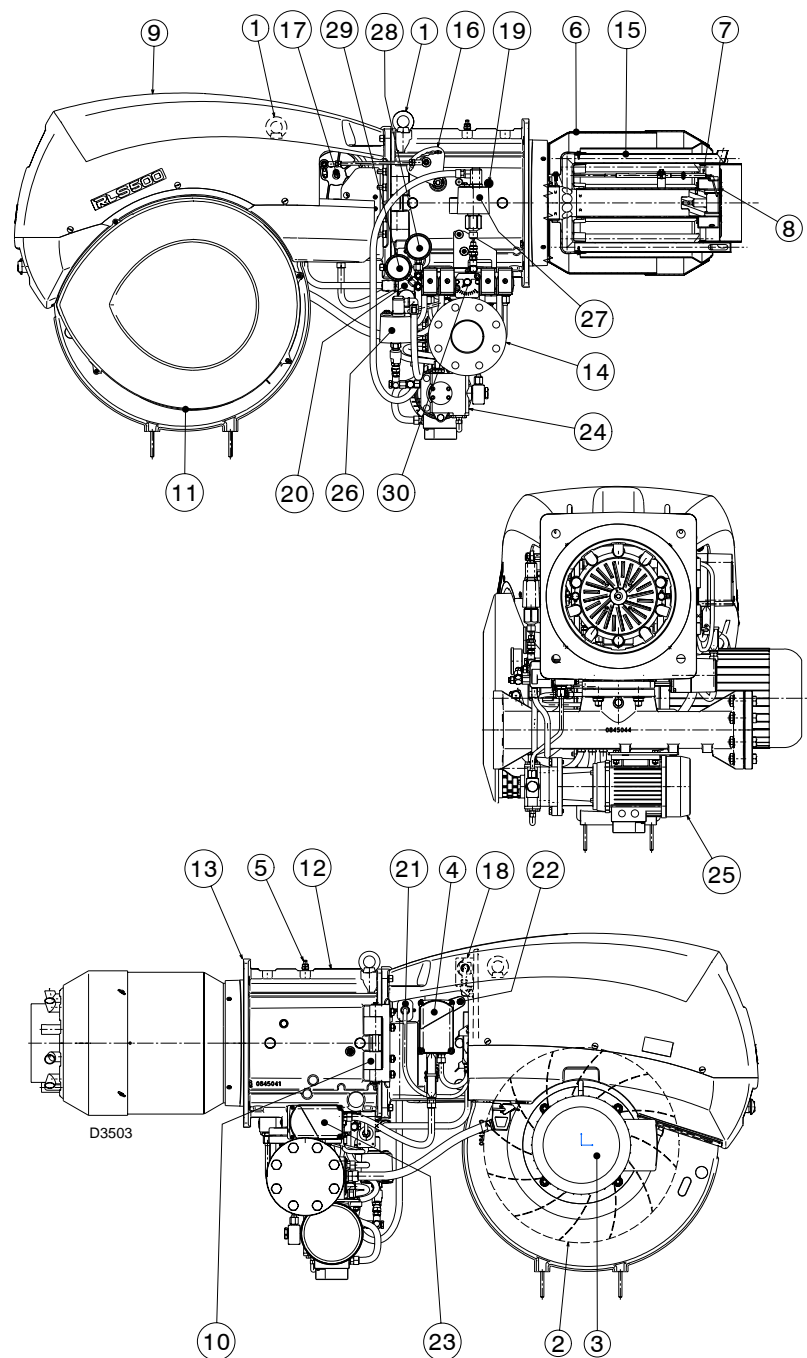

图 5
(1) 参考条件 : 环境温度 20°C - 燃气温度 15°C - 大气压力 1013 mbar - 海拔 0 m a.s.l.
(2) 炉膛内压力为零且燃烧器处于最大出力状态时测试点处压力 5) ( 图 5)。
(3) 噪音排放符合 EN 15036-1 标准, 测量误差  $\sigma = \pm 1.5$  dB, 噪声值于制造商实验室内的测试锅炉上测得, 且燃烧器处于最大额定出力状态。